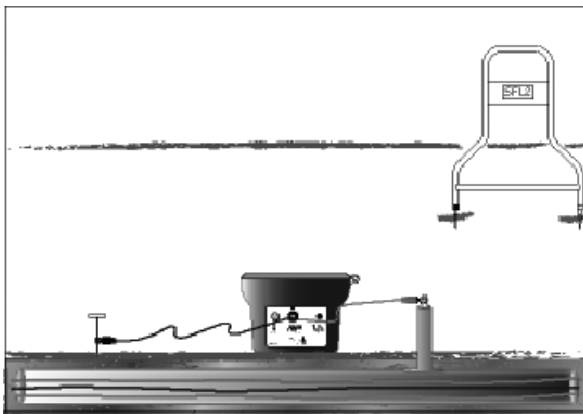

Figura 3-1: Conexión del conductor negro a la varilla de conexión a tierra, usando una abrazadera; conexión del conductor rojo al conductor que se desea medir
4. Empuje la varilla de conexión a tierra para insertarla en la tierra, y conecte el conductor negro a la varilla de conexión a tierra, usando una abrazadera. Establezca la mejor conexión a tierra posible. Consulte la figura 3-1.
5. Conecte el conductor rojo a la cubierta del conductor sometido a pruebas, usando una abrazadera. Consulte la figura 3-1.